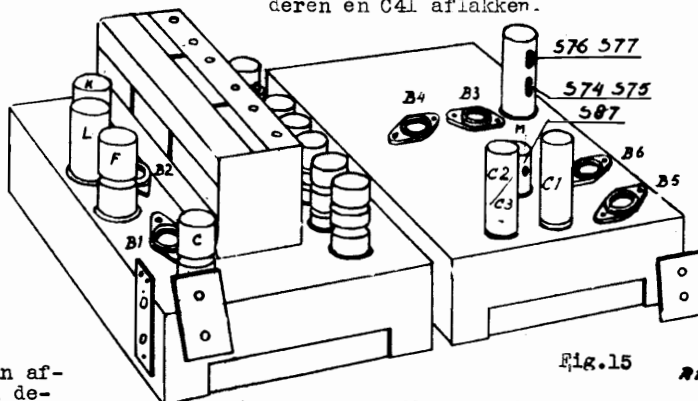

Fig. 15
- S76-S77, S74-S75, S70-S87, S37 op maximum output afregelen. Zie fig.15